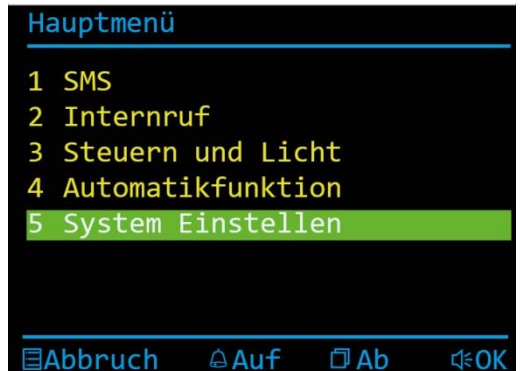

Abb. 26: Hauptmenü mit SMS
- ▶ Drücken Sie die Bildtaste  oder die Ruf AUS-Taste , um eine Kurzmitteilung auszuwählen (Abb. 26).